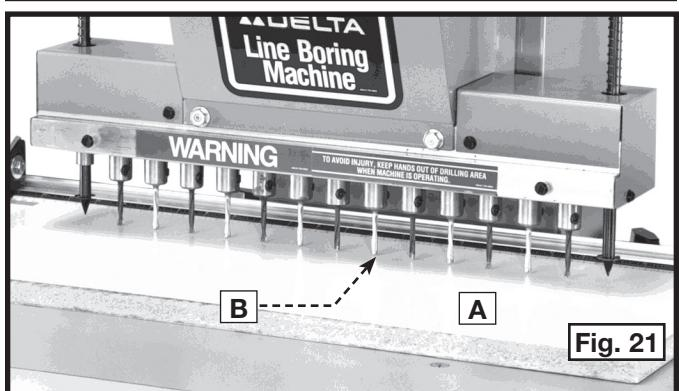

Fig. 21
1. Coloque una pieza plana de madera (A) Fig. 21 sobre la mesa contra el guía. Tire del mango de operación hacia abajo hasta que **CUALQUIERA** de las brocas de mandrinado (B) haga contacto con la madera. (A).